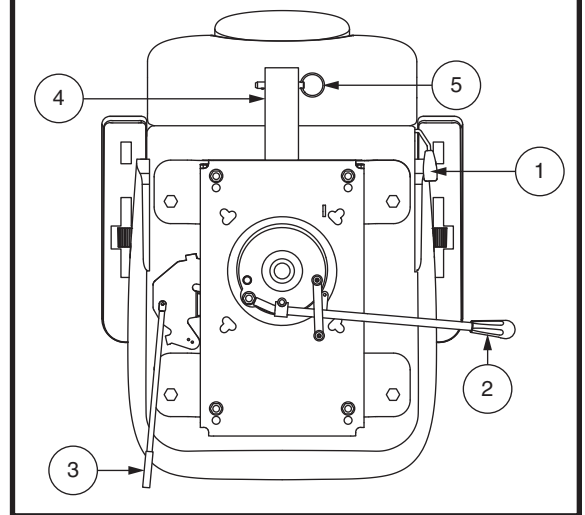

Figura 19. Ajustes en el asiento
Para ajustar el asiento reclinable de su vehículo, siga los siguientes pasos. **Ver la figura 19.**
1. Dependiendo del tipo de asiento, tire hacia arriba o tire hacia arriba de la palanca de bloqueo para desbloquear el asiento. **Ver la figura 19.**
1. Mueva la palanca de deslizamiento hacia fuera. **Ver la figura 19.**
El ángulo del reposabrazos de su vehículo puede ajustarse arriba o abajo girando de reposabrazo ajuste. **Ver la figura 19.** Gire el ajuste del reposabrazos hacia la izquierda para bajar el ángulo del reposabrazos o hacia la derecha para subir el ángulo del reposabrazos.
El soporte de montaje trasero le permite colocar un accesorio personal, como una cesta, un soporte para andador, o un tanque de oxígeno en la parte trasera del vehículo. Utilice el pasador de retención para montar de forma segura sus accesorios en el soporte. **Ver la figura 19.** Consulte con su comerciante autorizado para más detalles.